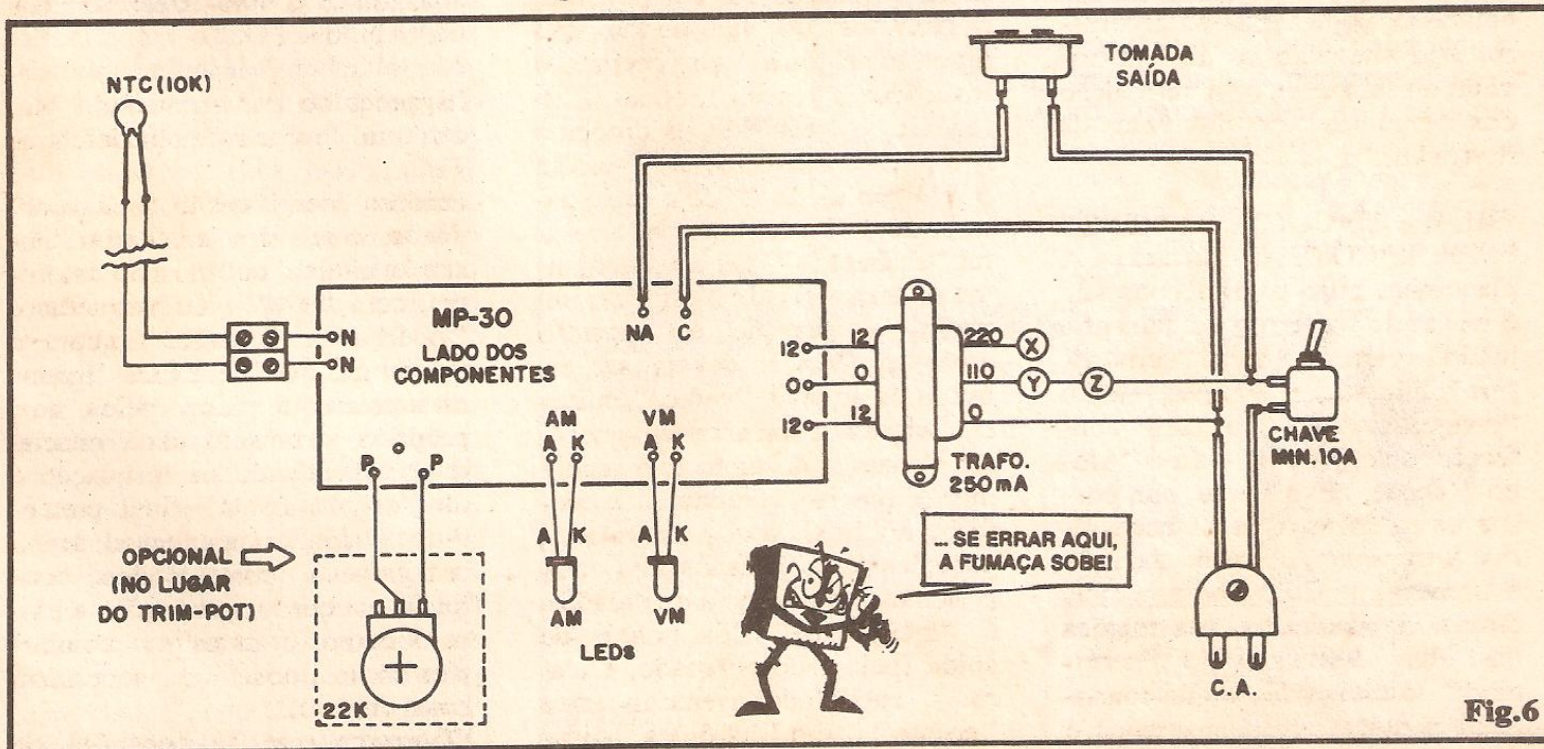

Fig.6
- FIG. 6 - CONEXÕES EXTERNAS À PLACA - A figura mostra a plaquinha ainda pelo lado **não** cobreado (como ocorreu na fig. anterior), só que agora a ênfase é dada aos “periféricos” (tanto que os componentes **sobre** a placa sequer são mostrados...). Atenção aos pontos e itens que merecem maior cuidado: